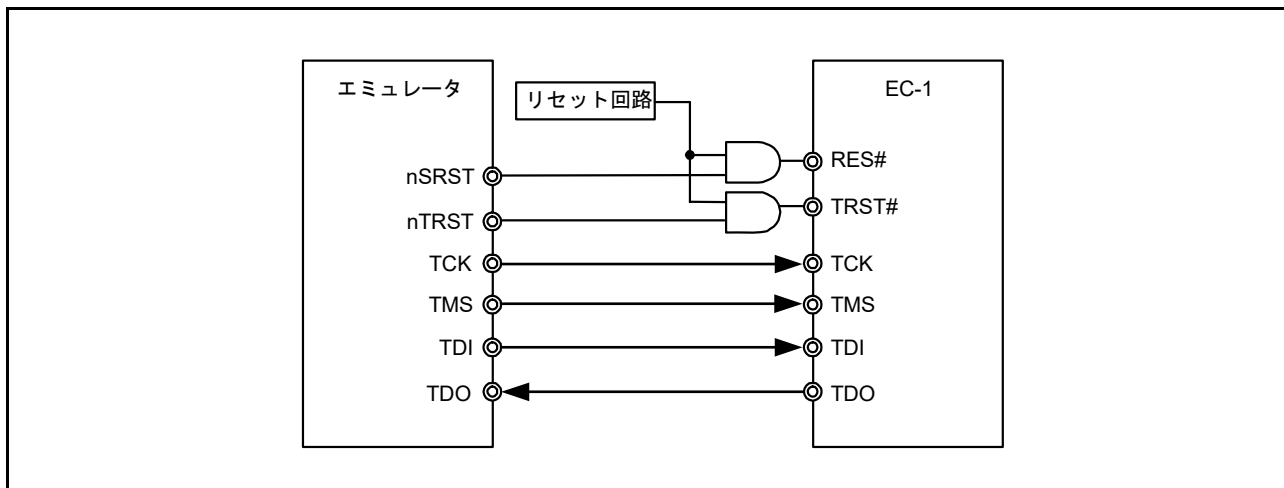

図 10.2 JTAG インタフェース接続例
JTAG インタフェースは、TCK / TMS / TDO / TDI / TRST# の 5 本の信号により、エミュレータを介してホスト・マシン (PC) との通信を行います。RES# 端子の接続と合わせて図 10.2 に接続例を示します。